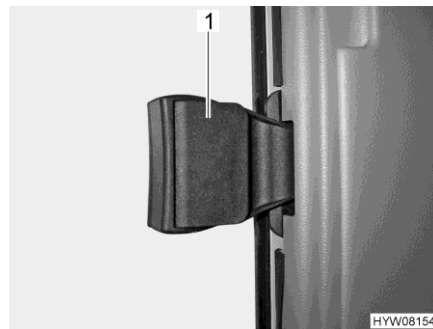

Fig. 60 Finestrino del passeggero
- Ribaltare la maniglia (Fig. 60,1).